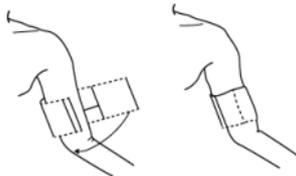

Abbildung 4.2.1 Anlegen der Manschette
2. Legen Sie die Manschette gemäß den nachstehenden Anweisungen am Oberarm des Patienten an (Abbildung 4.2.1).